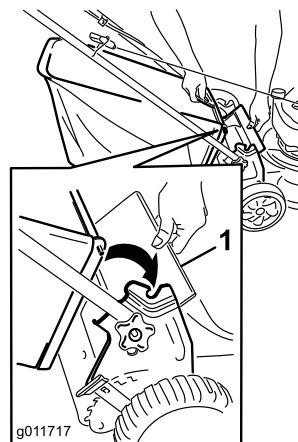

Рисунок 19
1. Поднимите задний отражатель (Рисунок 19).
2. Вставьте ручку мешка для травы в прорези на кронштейнах для ручки (Рисунок 19).